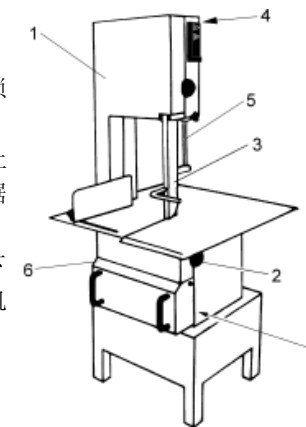

图5.2.1
**B - 工作区锯片移动保护罩（推压工具）“3”（图5.2.1）**
#### A - 检查微限开关 “4” 的有效性（图5.2.1）